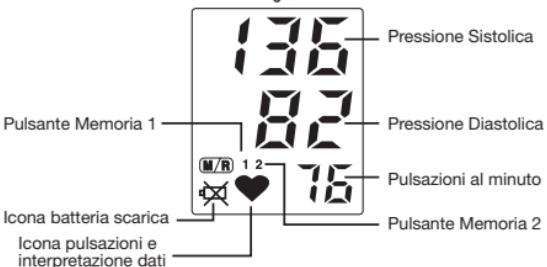

Fig. 4
3. Quando appare sullo schermo il simbolo di batteria scarica (Fig. 4) è necessario sostituire al più presto e contemporaneamente le 2 batterie. Non lasciare all'interno del dispositivo batterie scariche.